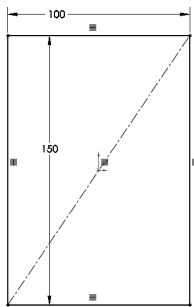

图 14-2 绘制草图并标注尺寸 1
1) 单击【特征管理器设计树】中的【上视基准面】图标，使前视基准面成为草图绘制平面。单击【标准视图】工具栏中的（正视于）按钮，并单击【草图】工具栏中的（草图绘制）按钮，进入草图绘制状态。使用【草图】工具栏中的（直线）、（智能尺寸）工具，绘制如图 14-2 所示的草图。单击（退出草图）按钮，退出草图绘制状态。